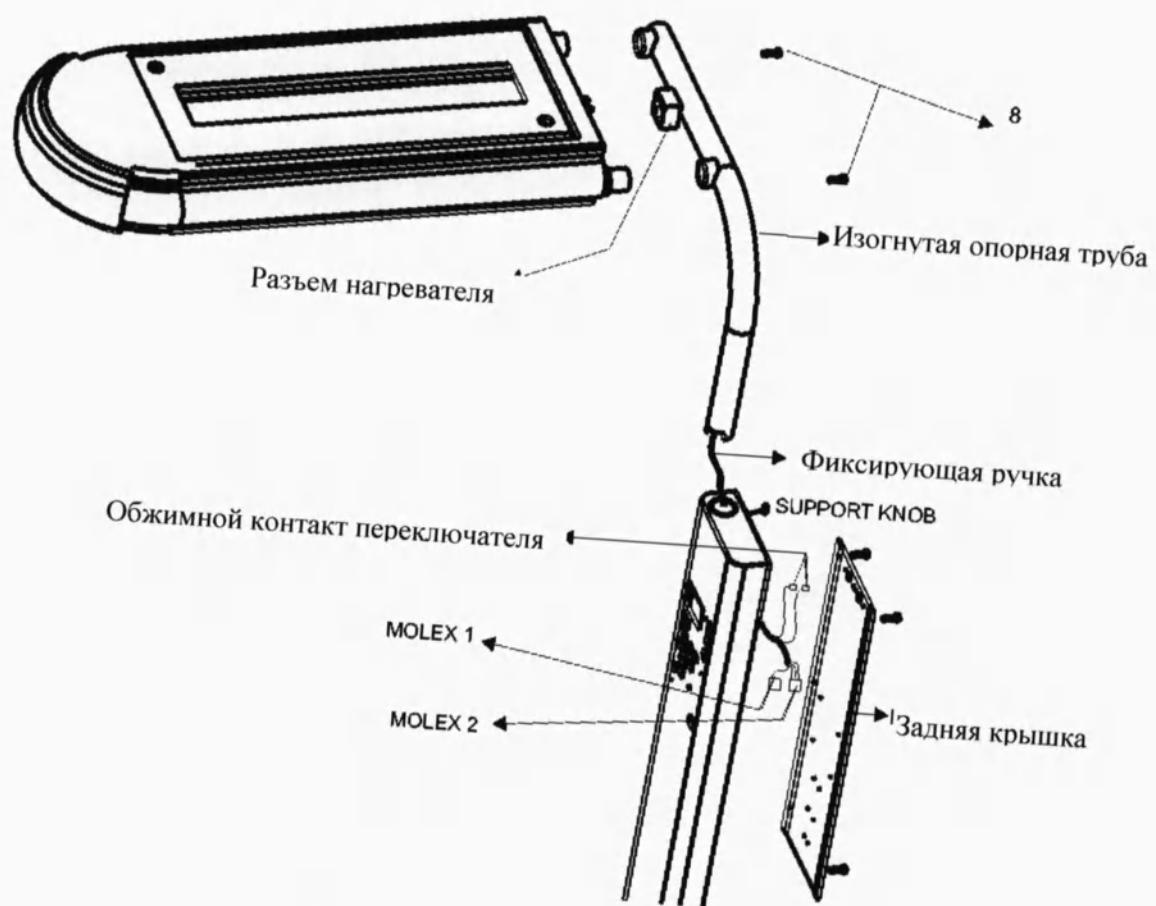

Рис. 3.3b. Установка блока излучателя
- Д. Установить блок излучателя на изогнутую опорную трубу вставить крепежный болт для излучателя (8).
- Ф. Снять заднюю крышку стойки и удерживать ее в положении, показанном на рисунке Fig.3.3b.